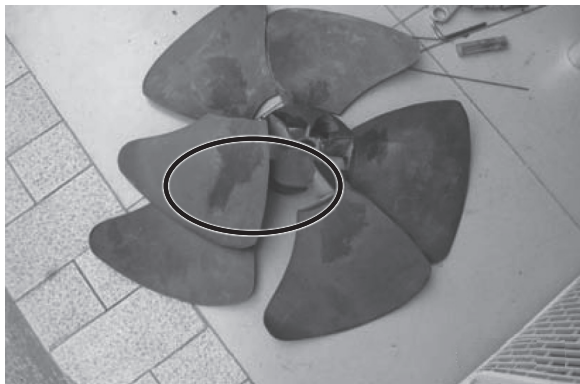

图 7-26 折断的风扇叶
3) 分析室外机运转振动大的原因，应该是风扇扇叶不平，开机振动大，打开室外机顶盖，观察扇叶原本 6 片，现在只剩下 1 片，其余的均折断，如图 7-26 所示。